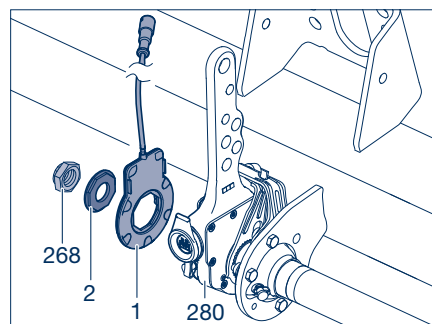

Figure 8
- [12] A l'aide de la clé à crochet (Réf. BPW 02.1427.01.00 accessoire de montage), bloquer la rondelle d'adaptation pour empêcher qu'elle ne soit entraînée en rotation et serrer l'écrou à six pans (268, figure 8) à un couple de 80 - 90 Nm.